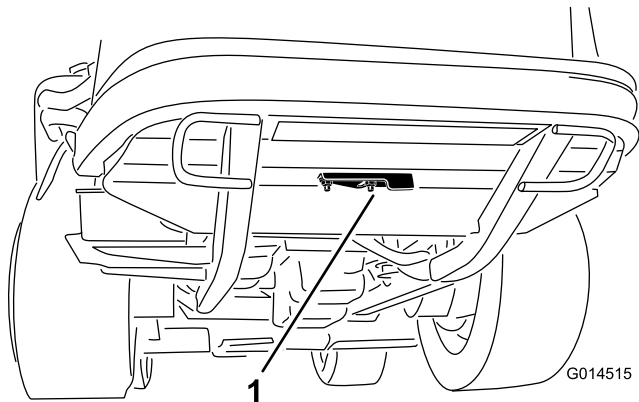

Figura 46
2. Allentate il dado flangiato che fissa il coperchio dell'accesso per la pulizia sotto il telaio posteriore (Figura 46). Ruotate il coperchio di lato per aprire l'accesso per la pulizia nel telaio.